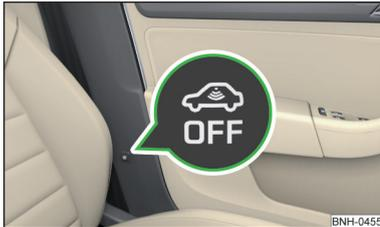

Abb. 35
- ▶ Die Taste  an der Mittelsäule auf der Fahrerseite drücken » Abb. 35, in der Taste leuchtet das Symbol  auf.